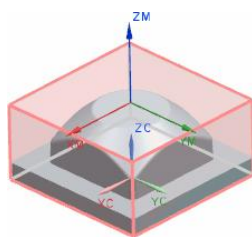

图 3.5 毛坯几何体
Step3. 单击“毛坯几何体”对话框中的按钮，系统返回到“工件”对话框，完成图 3.5 所示的毛坯几何体的创建。